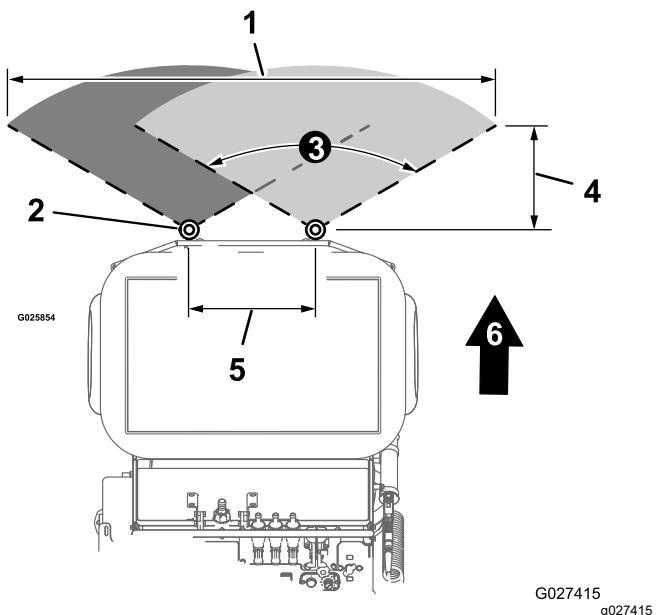

Figura 39
- El patrón de fumigación ancho (Figura 39) de esta máquina mide **274 cm (108")**.